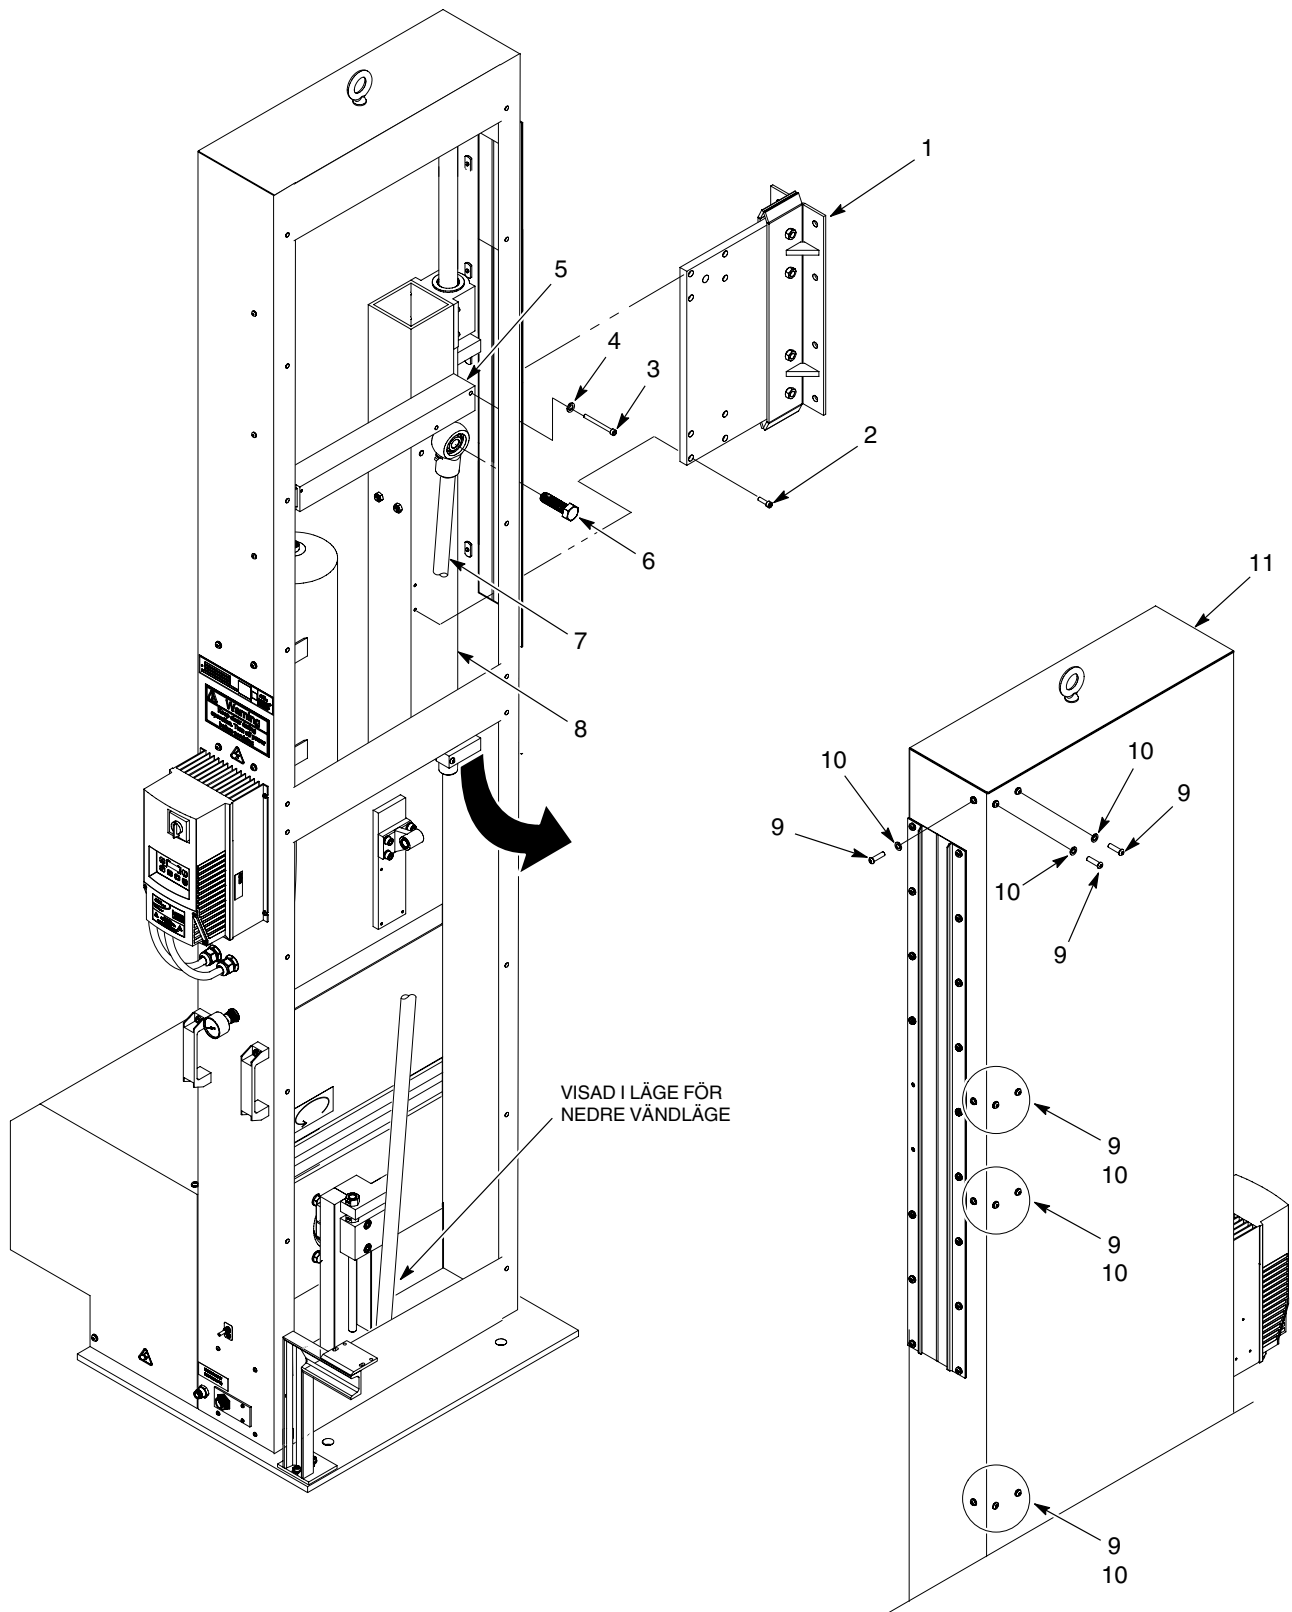

Bild 16 Demontering av lagerdel
1. Se bild 16. Tag av skruvarna (3) och låsbrickorna (4) som fäster stabiliseringsstången (5) på lagrets monteringsrör (8). Tag av stabiliseringsstången.
2. Skruva av skruven (6) som fäster anslutningsstången (7) på lagrets monteringsrör (8). Sväng anslutningsstången åt vänster och bort från lagrets monteringsrör.
3. Skruva av skruvarna (2) som fäster pistolvagnen (1) på lagrets monteringsrör (8). Tag av pistolvagnsdelen.
4. Låt en medhjälpare hålla lagerdelen. Tag av skruvarna (9) och låsbrickorna (10) som fäster lagerdelen på oscillatoren (11). Tag av lagerdelen från oscillatoren (11) genom den nedre öppningen.